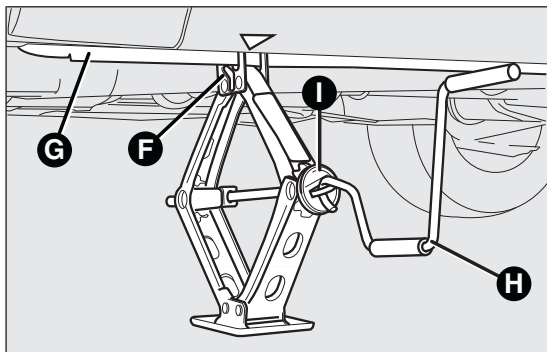

РИС. 116
- повернуть рукоятку домкрата таким образом, чтобы частично его раскрыть РИС. 116;
- убедиться, что канавка F РИС. 116 домкрата хорошо наделась на ребро G РИС. 116 лонжерона;
- ❑ вставить рукоятку Н РИС. 116 в устройство I РИС. 116 домкрата и поднимать автомобиль до тех пор, пока колесо не поднимется над землей на несколько сантиметров. При вращении рукоятки убедиться, что движение выполняется свободно без опасности поранить руку трением об землю. Подвижные части домкрата (винт и шарниры) могут стать причиной получения травм, избегать соприкосновения с ними. Тщательно очистить одежду при попадании на нее консистентной смазки;